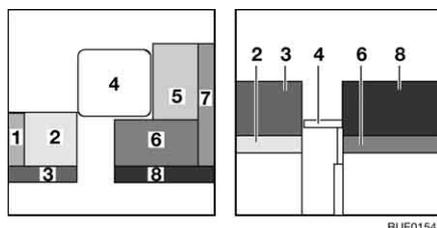

Fig. 139 Antes da transformação
- Transforme a mesa (Fig. 139,4) em base para cama (ver ponto 6.12).
- Retire o estofa do encosto (Fig. 139,1) e coloque-o de lado.